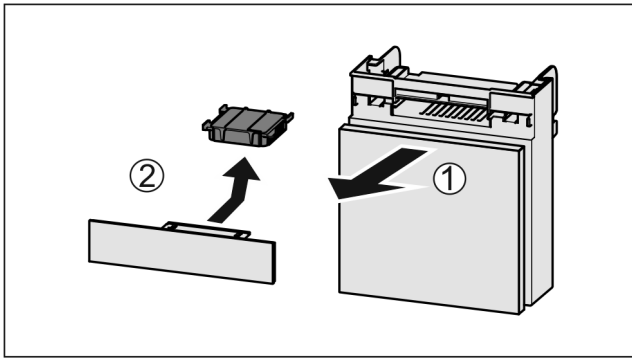

Fig. 164
- ▶ Lade vanaf de voorkant eruit trekken Fig. 164 (1).
- ▶ Actiefkoolfilter verwijderen Fig. 164 (2).